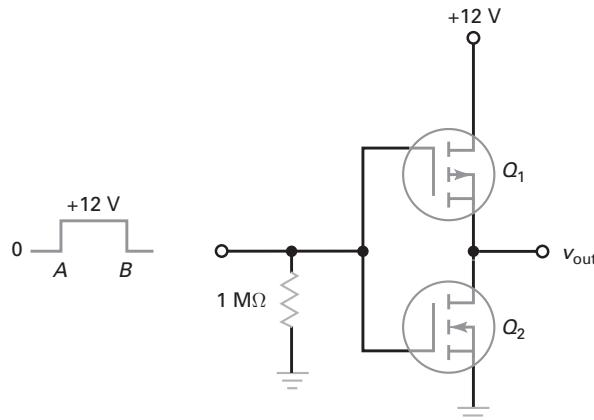

Figura 12-53
- 12-20** Os MOSFETs na Figura 12-53 têm $R_{DS(\text{lig})} = 250 \Omega$ e $R_{DS(\text{desl})} = 5 \text{ M}\Omega$. Qual é a forma de onda na saída?
- 12-21** O MOSFET superior na Figura 12-53 tem estes valores: $I_{D(\text{lig})} = 1$ mA, $V_{DS(\text{lig})} = 1$ V, $I_{D(\text{desl})} = 1 \mu\text{A}$ e $V_{DS(\text{desl})} = 10$ V. Qual é a tensão na saída quando a tensão na entrada é baixa? E quando ela é alta?
- 12-22** Uma forma de onda quadrada com valor de pico de 12 V e uma frequência de 1 kHz na entrada é a Figura 12-53. Descreva a forma de onda na saída.
12-23 Durante a transição de baixa para alta na Figura 12-53, a tensão na entrada é de 6 V por um momento. Nesse instante, os dois MOSFETs têm resistências ativas de $R_D = 5 \text{ k}\Omega$. Qual é a corrente no dreno neste instante?
- 12-41** O inversor CMOS na Figura 12-53 usa MOSFETs com $R_{DS(\text{lig})} = 100 \Omega$ e $R_{DS(\text{des})} = 10 \text{ M}\Omega$. Qual é o consumo de potência quiescente do circuito? Quando uma forma de onda quadrada